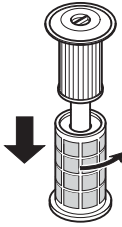

Abb. 21
6. Drehen Sie das Zentralfilter-Schutzsieb gegen den Uhrzeigersinn und ziehen Sie es nach unten vom Lamellen-Zentralfilter ab (Abb. 21).